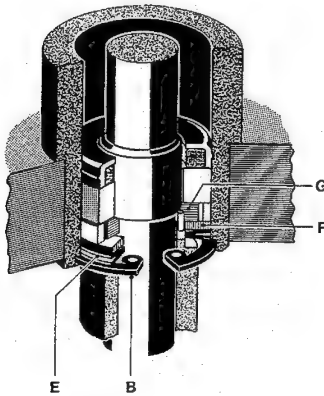

Fig. 4.4.-2
- Retirez prudemment l'arrêt de sécurité A par le côté; attention à la détente (fig. 4.4.-1). Retirez le rotor du moteur de cabestan par le bas.
— Wird der Seegerring B herausgenommen, kann das Kunststoffstützlager ausgebaut werden (Fig. 4.4.-2).
— To remove the thrust bearing from its housing, remove spring clip B (fig. 4.4.-2). Take out cup washer E, low friction washer F and thrust bearing G.